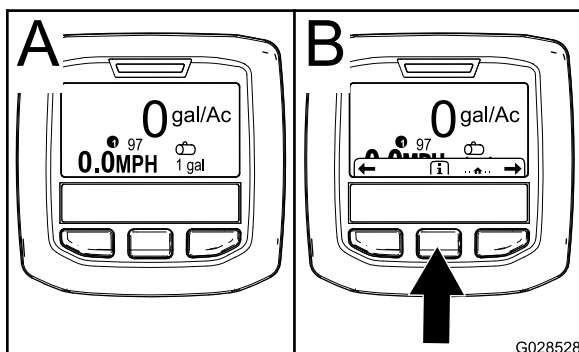

Figure 60
2. Après environ 15 secondes, l'écran d'accueil s'affiche ; appuyez sur le bouton de sélection central pour afficher le menu contextuel (Figure 60).